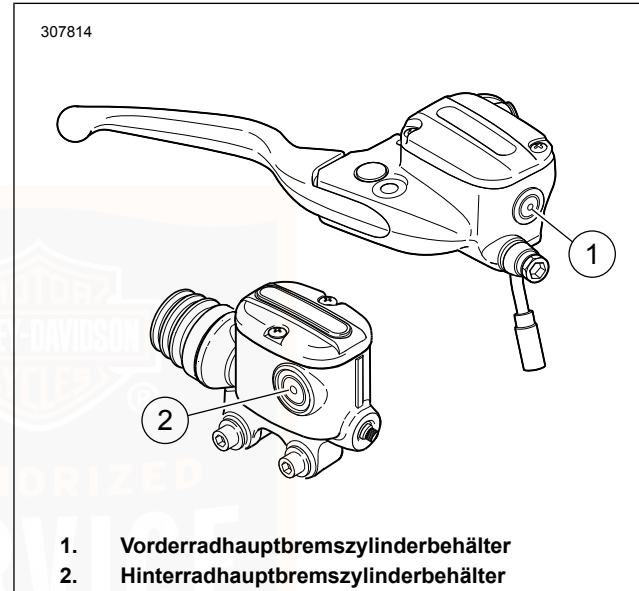

Abbildung 78. Mindestmarkierungen im Schauglas
2. Siehe Abbildung 78. Behälterschauglas prüfen. Der Füllstand muss die Mindestmarkierung auf dem Glas erreichen oder darüber liegen. Wenn der Füllstand unter der Mindestmarkierung liegt oder nicht sichtbar ist, einen Harley-Davidson-Händler aufsuchen.